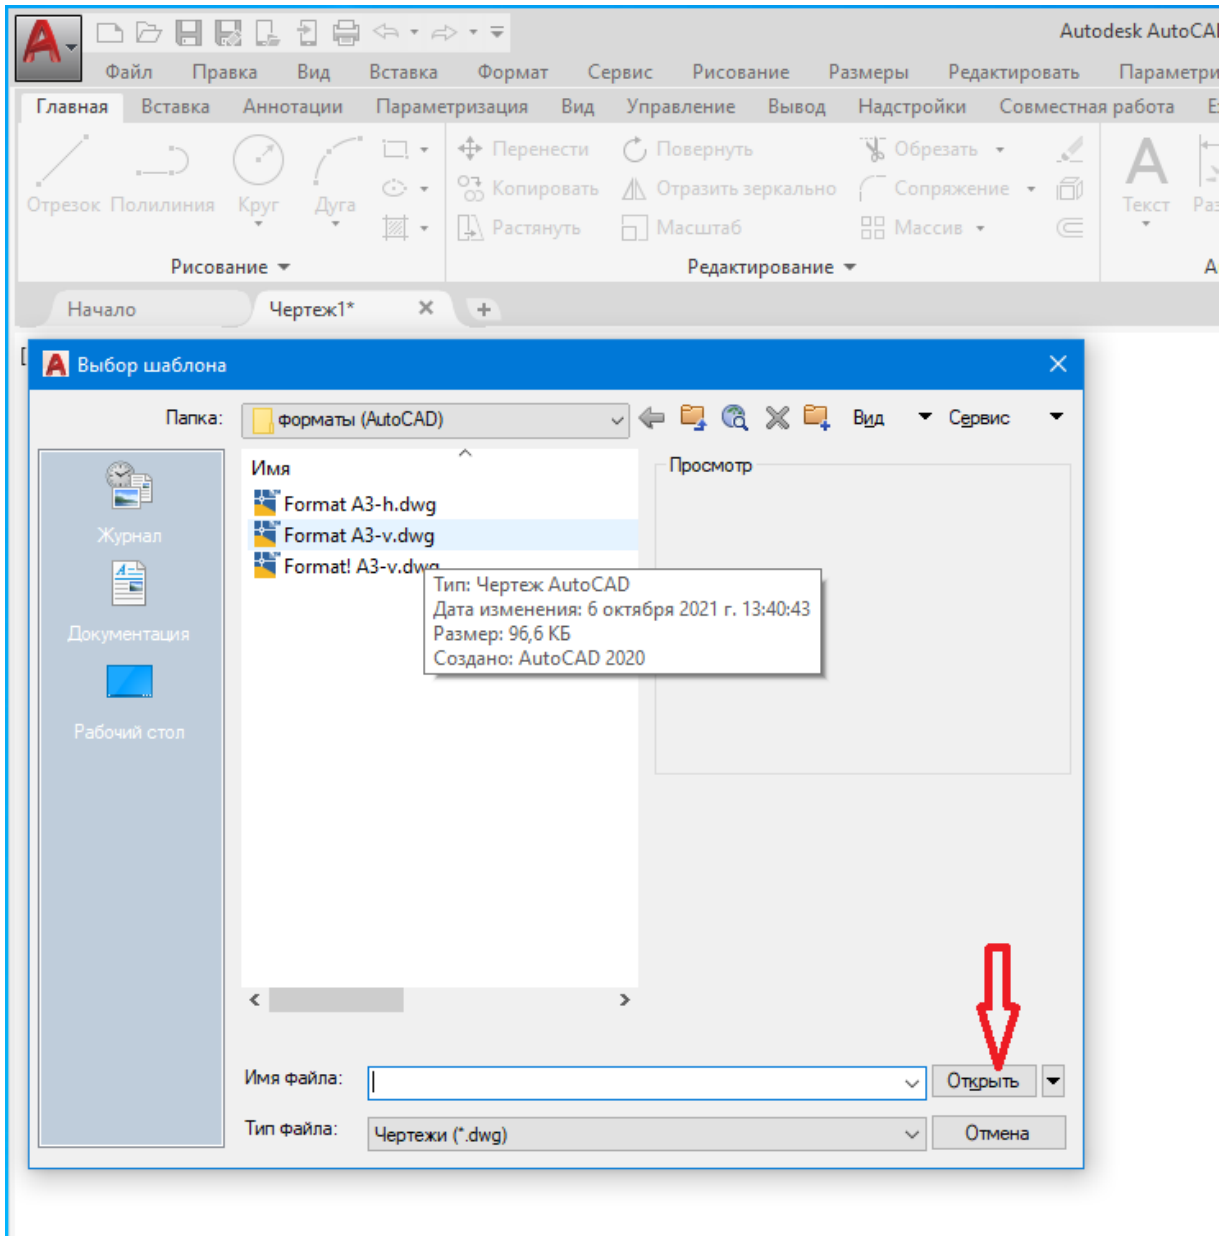

Рис. 2.2. Вставка формата листа
2. Вставьте формат листа **A3-v** (рис. 2.2).